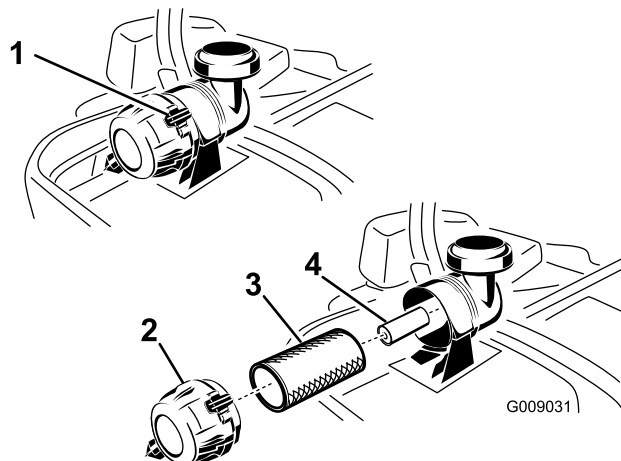

図 42
- エアクリーナのクランプを外し、ボディーからカバーを外す 図 42。
6. 次フィルタをゆっくり引き抜くようにしてエアクリーナのボディーから外す 図 42。
2. インナーフィルタを交換する場合には、十分に注意しながら、フィルタのボディーに挿入する 図 42。
3. 1次フィルタをゆっくり押し込むようにして安全フィルタの上から取り付ける 図 42。
4. エアクリーナカバーを取りつけるブリーザキャップが下向きになるように、リテーナクランプがカバーに適切にはまるように取り付ける 図 42。